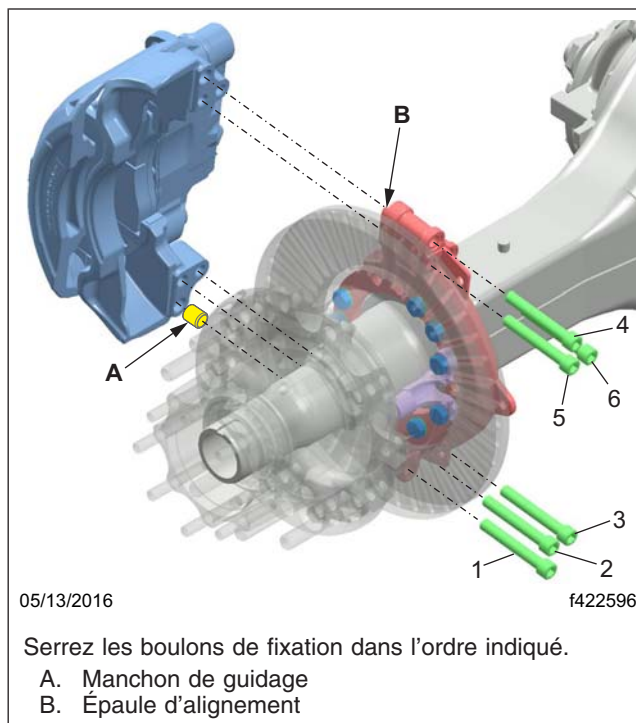

Fig. 7, Séquence de serrage
- 22.2 Serrez les boulons de fixation du support en deux étapes, en appliquant la séquence indiquée sur la **figure 7**. Presserrez les six boulons à un couple de 54 à 68 N·m (40 à 50 lbf·pi). Effectuez le serrage final à un couple de 244 à 271 N·m (180 à 200 lbf·pi).